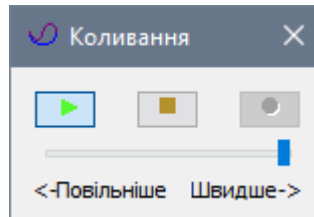

Рис. 3.35. Діалогове вікно Коливання
- В діалоговому вікні **Коливання** (рис. 3.35) натисніть на кнопку  – **Відтворити анімацію**.